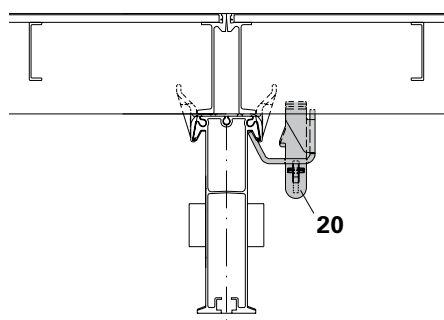
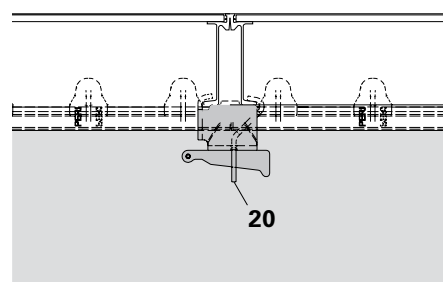

Fig. A4.20
Fig. A4.22
Para o aperto das juntas dos painéis, por exemplo, na execução de topos, empurrar os painéis firmemente uns contra os outros e fixar o último com o clip para painel SPKK (20). (Fig. A4.20 – Fig. A4.22)